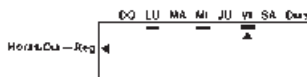

fig.15
6. Pulsar para confirmar, aparecerá un subrayado debajo del día. En los días subrayados el descalcificador hará la regeneración (fig 15).